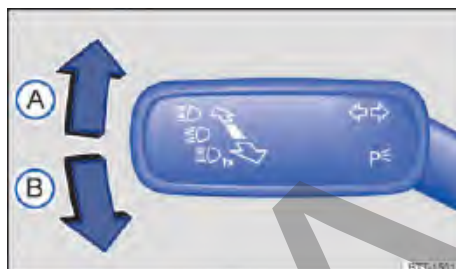

Fig. 77 A la izquierda en la columna de dirección: palanca de los indicadores de dirección y del farol alto.
- Colocar la palanca de los intermitentes y de la luz de carretera de la posición central a la siguiente posición → fig. 77:
- (A) Luz de estacionamiento derecha encendida.
- (B) Luz de estacionamiento izquierda encendida.